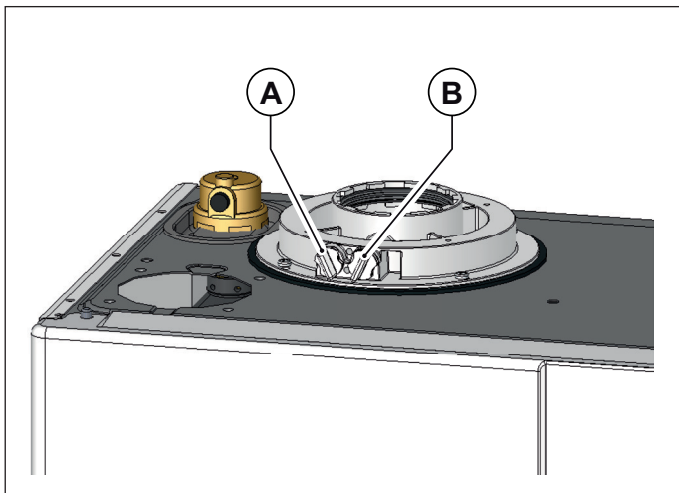
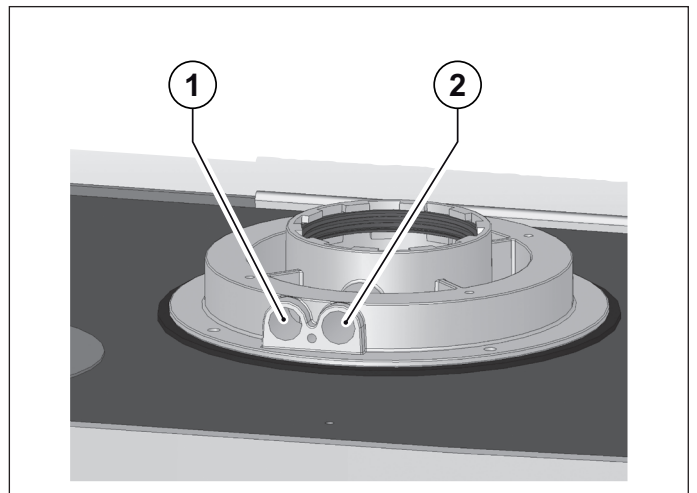

Fig. 15 Posizione tappi
Fig. 16 Posizione fori
La caldaia è provvista di una torretta per il collegamento della tubazioni di aspirazioni aria/scarico fumi (vedi Fig. 15 Posizione tappi e Fig. 16 Posizione fori).
Nella torretta sono stati predisposti dei fori per l'accesso diretto all'aria comburente ed allo scarico dei fumi (vedi Fig. 15 Posizione tappi).
Prima di effettuare le misurazioni togliere i tappi **A** e **B** dai fori predisposti sulla torretta (vedi Fig. 15 Posizione tappi).
- misura dell'aria comburente prelevata nell'apposito foro **1** (vedi Fig. 16 Posizione fori).
- misura della temperatura fumi e della CO₂ prelevata nell'apposito foro **2** (vedi Fig. 16 Posizione fori).